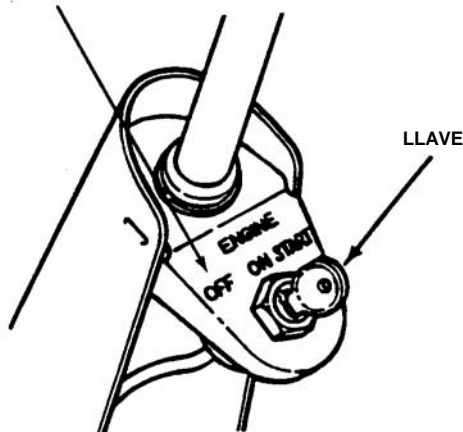

FIGURA 2.13
1. Apague el motor girando la llave a la posición OFF (APAGADO). Vea la figura 2.13.